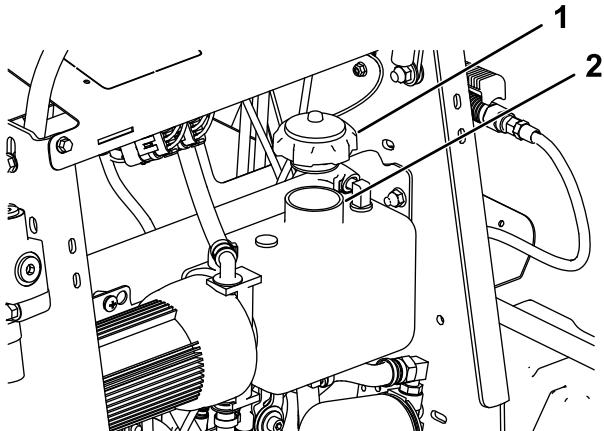

Figura 52
- Retire el tapón del depósito hidráulico (Figura 52).